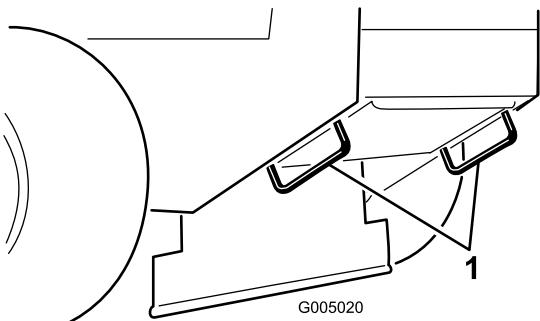

Figure 12
- Servez-vous des points d'attache en métal de la machine pour arrimer solidement la machine sur la remorque ou le véhicule utilitaire avec des sangles, des chaînes, des câbles ou des cordes (Figure 12).